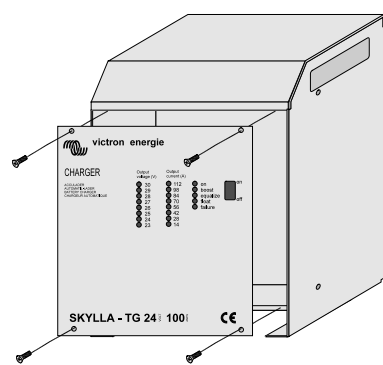

Figura 6.
- ☐ Svitare le 4 viti poste sulla sezione anteriore della custodia come da figura 6.